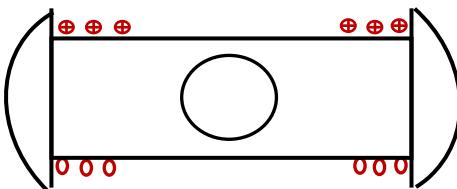

Figure 10 : rotor à pôles saillants 2p=2
a) **Rotor à pôles saillants :** Sur les figures 10 et 11 sont représentés respectivement un rotor à pôles saillants bipolaire et quadripolaire, pour 2p= 6 on aura 6 pôles etc....